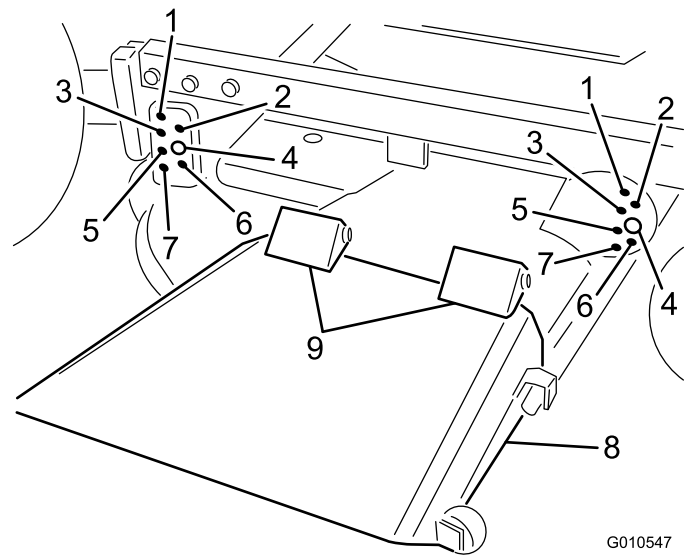

Figure 9
- Abaissez le bâti porteur et insérez 4 axes de chapes dans les supports de bâti et les trous du support correspondant à la hauteur de coupe souhaitée. Fixez les 4 axes à l'aide de goupilles fendues (Figure 9).